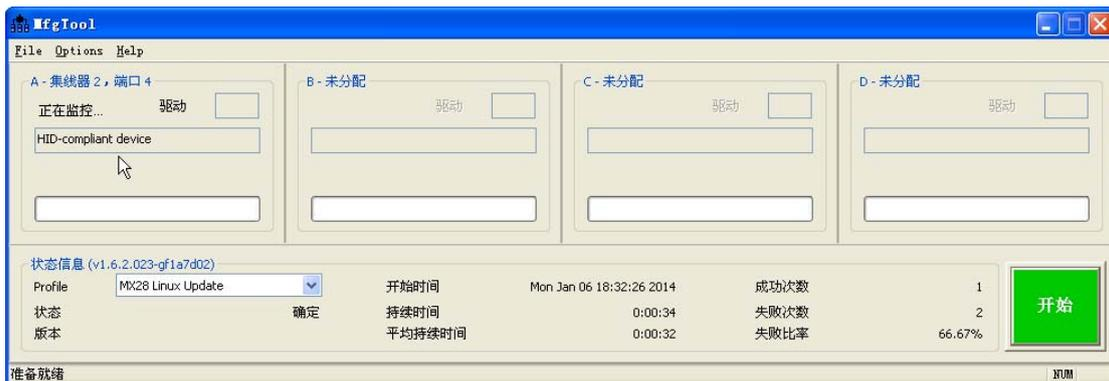

图 3.4 MfgTool 监视 HID-compliant device
6. 返回到MfgTool主界面后显示软件正在监视HID-compliant device，如图 3.4所示。此时点击“开始”进行u-boot的烧写，如图 3.5所示。直到烧写完成后点击“停止”，如图 3.6所示；